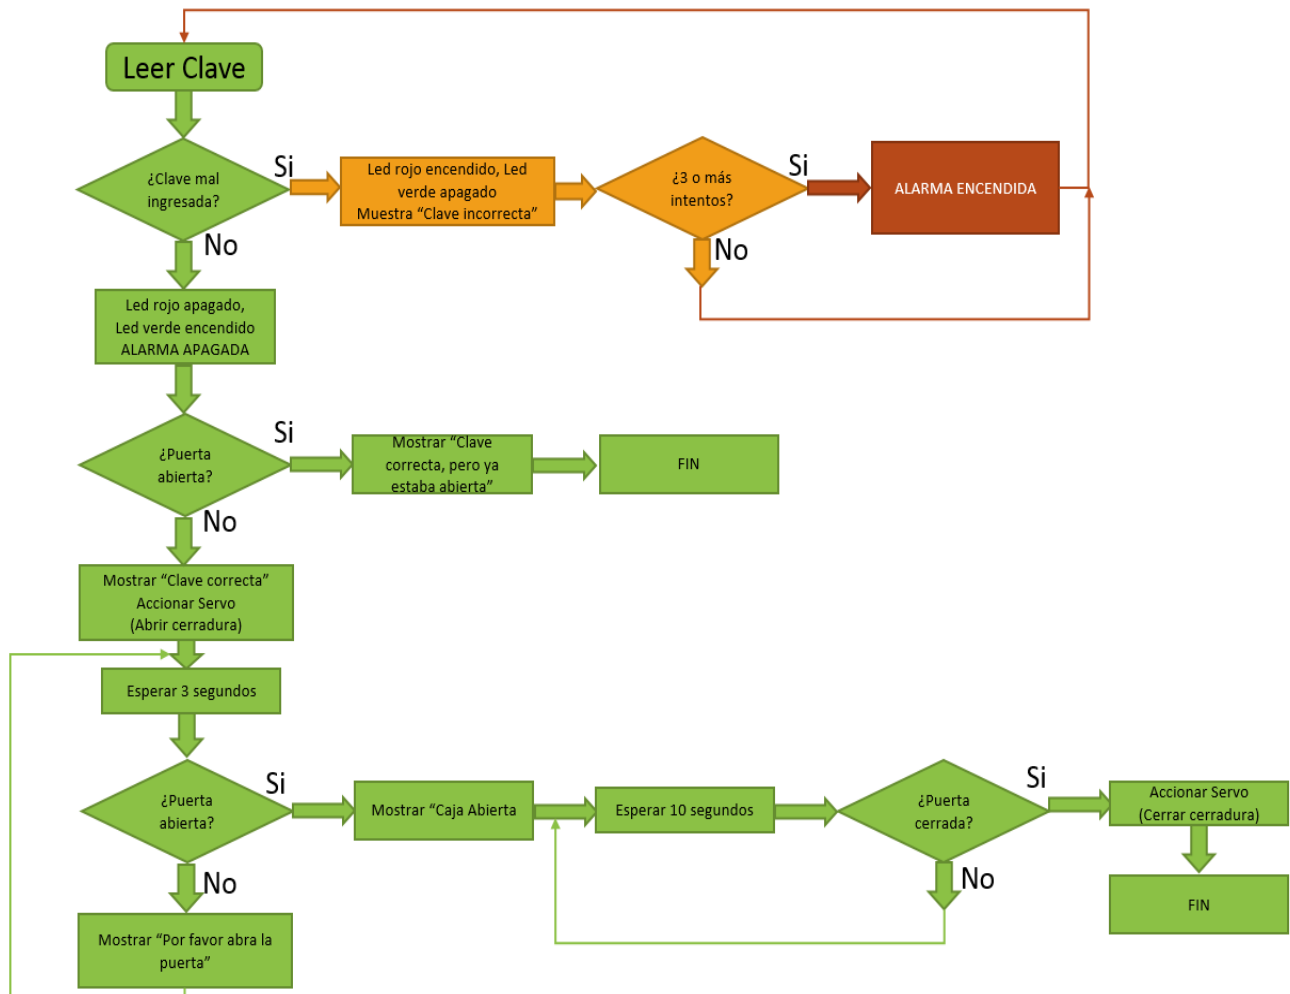

Figura1: Diagrama de flujos del funcionamiento del sistema
Como se puede observar en el diagrama de flujos de la **Figura1**, el sistema funciona de la siguiente manera, primero se espera que el usuario ingrese una clave de 4 dígitos, a pedido del display con la siguiente información “Bienvenido”, y 2 segundos después, “Ingrese clave:”, una vez introducida la misma mediante el teclado, se refleja en la pantalla LCD mediante “****” para que el código no se pueda ver. Se produce un reconocimiento y una comparación del valor ingresado, se espera un tiempo, que es el tiempo en que la persona tarda en presionar cada botón por separado, si el valor ingresado es correcto (es decir que si ingresó correctamente los 4 números), se prende un led verde que indica que la clave es correcta; y si la puerta estaba cerrada como es de esperarse, se activa el servomotor que actúa como cerradura, que al ser activado se mueve a la posición -90°, desde su posición original de cierre de 90° (se mueve 180° en total), la cual permite que pueda abrirse la puerta de la caja de seguridad. En el momento que se abre la puerta se indica en el display “Caja abierta”. Para saber esto, el sistema cuenta con un contacto en la puerta, es un simple botón “contactor” que permite saber el estado actual de nuestro sistema, si se encuentra abierto o cerrado. Para el caso de que el usuario o persona haya ingresado mal la clave de 4 dígitos, aparece un mensaje de error en la pantalla LCD, se prende un led rojo, y se muestra en el display que la clave es incorrecta, a su vez se indica la cantidad de intentos fallidos, Después del tercer intento se acciona la alarma
****Nota:** Un último detalle que hay que tener en cuenta: **Cada vez que el programa llega a su FIN (ver Figura1), se debe REINICIAR el sistema con el botón oculto de reset (obviamente con la caja cerrada);** y así se vuelve a activar el sistema de seguridad. Esto igualmente lo indicará el LCD diciendo “Reiniciar sistema”.